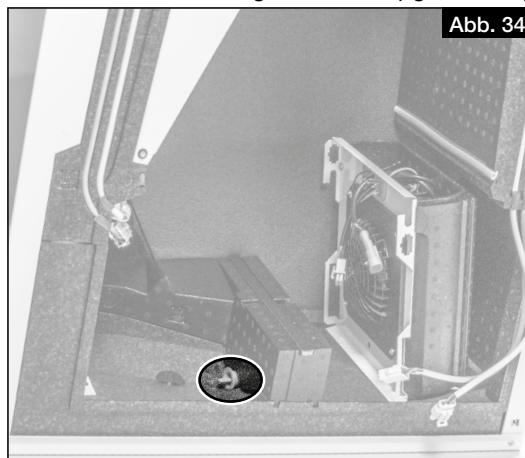

Abb. 34
- ① **Wird die Kälterückgewinnung aktiviert, muss der Stopfen am Geräteboden entfernt werden (s. Abb. 34), um den Kondensatablauf zu gewährleisten (vgl. auch Kapitel 4.3 „Kugelsiphon montieren“, Seite 12).**